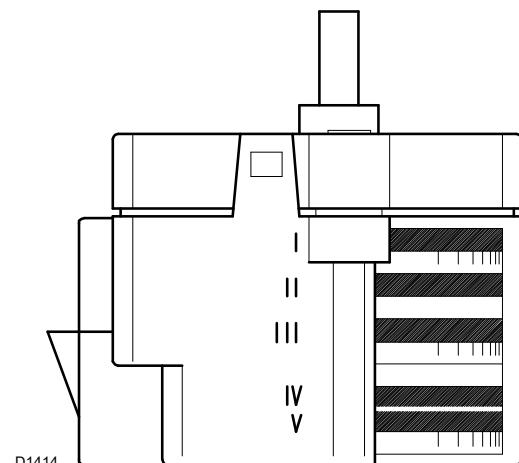

Fig. 22
- Nok I :** Geregeld op 0° (positie luchtklep gesloten in pauze). Om een gedeeltelijke opening te hebben, moet deze regeling vergroot worden (Fig. 22).